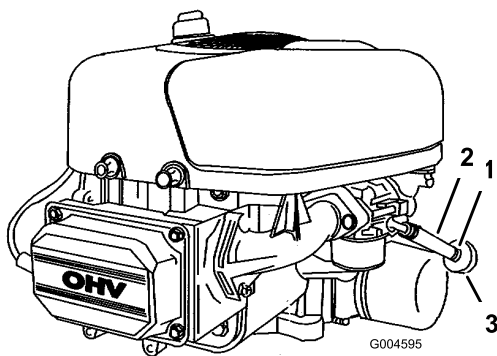

Figure 27
8. Pincez les extrémités du collier de fixation et poussez le collier en haut de la conduite d'alimentation, en direction du réservoir de carburant (Figure 27).
9. Débranchez la conduite d'alimentation du filtre à carburant (Figure 27) et laissez couler l'essence dans un bidon ou un bac de vidange.
Remplacez le filtre à carburant toutes les 100 heures de fonctionnement ou une fois par an, la première échéance prévalant. Le meilleur moment pour remplacer le filtre à carburant (Figure 27) est lorsque le réservoir à carburant est vide. Ne réinstallez jamais un filtre à carburant encrassé après l'avoir déposé de la conduite d'alimentation.
7. Pincez les extrémités des colliers et faites glisser ceux-ci pour les éloigner du filtre usagé (Figure 27).